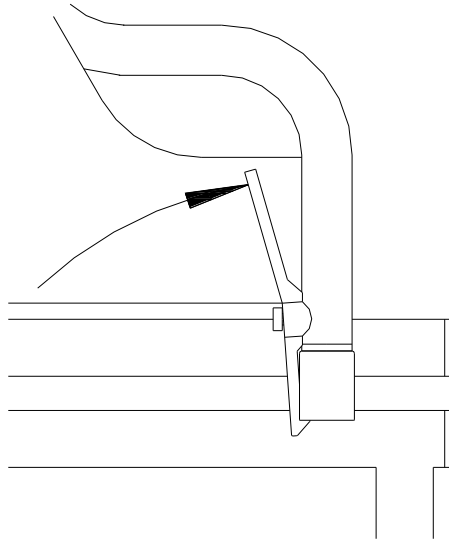

Figura 9
- Si elige una silla de ruedas equipada con un reposabrazos basculante en la parte trasera, sostenga el extremo delantero del reposabrazos cuando lo incline hacia atrás y presione ligeramente la manija de bloqueo del reposabrazos con su dedo índice, y el reposabrazos puede inclinarse hacia atrás; al volver a la posición original, incline el reposabrazos hacia adelante, el seguro del reposabrazos se inserta en el cilindro en el marco, la manija se restablece automáticamente y queda bloqueada (ver figura 9).